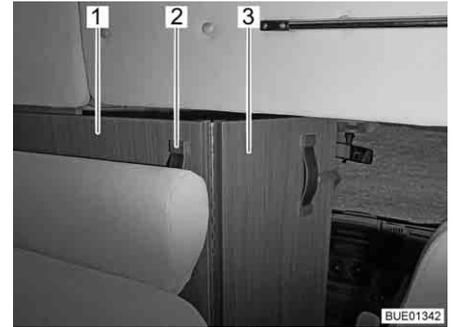

Fig. 49 Separación de la cabina del conductor
- Coger la separación de la cabina del conductor (Fig. 49,1) por el asidero (Fig. 49,2) y tirar hacia atrás hasta que el borde de la separación de la cabina del conductor se encuentre aproximadamente a la altura del respaldo del banco (Fig. 49).
- Desplegar la parte plegable de la separación de la cabina del conductor (Fig. 49,3) entre los asientos de la cabina del conductor.